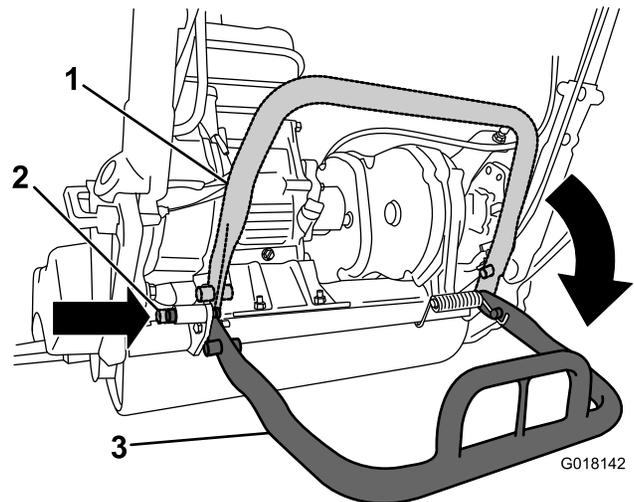

Figura 5
2. Baixe o suporte e empurre o pino de bloqueio para bloquear o suporte na posição de serviço (Figura 5). Deixe que a máquina assente sobre o pino de bloqueio.